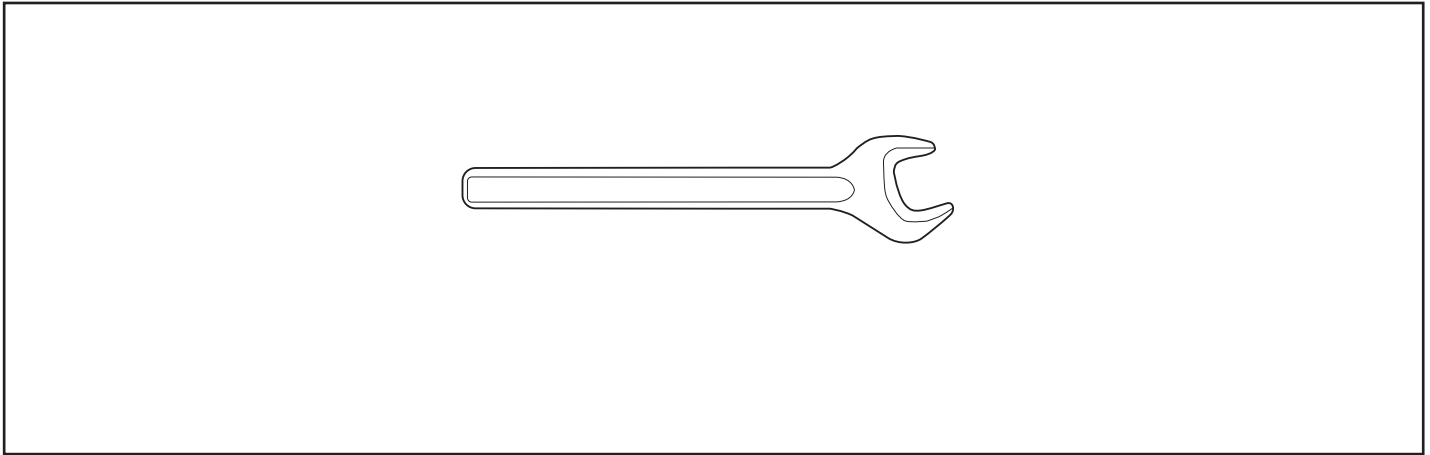

Рис.11
- Приложенный гаечный ключ (рис. 11).